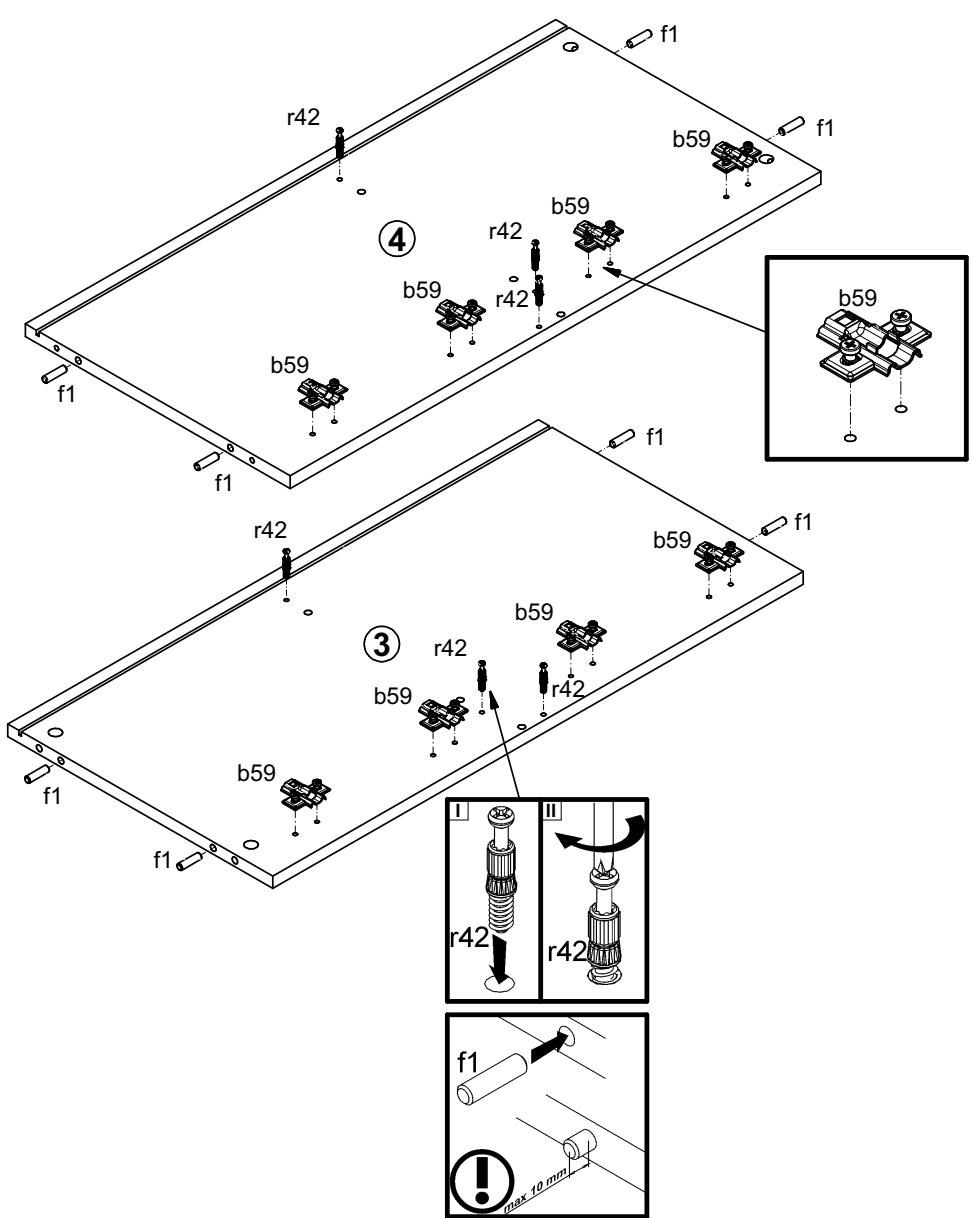

Рисунок 2
4.2 В отверстия **Ø8 мм** на верхних и нижних кромках стенок боковых **3** и **4**, стенки средней **5** и в торцах планки декоративной рифленой **8** вбить деревянные шканты **f11** (см. рис. 2,3).
4.6. В отверстия **Ø4 мм** на внутренней поверхности стенок боковых **3,4** прикрутить ответные планки петель **b59** (см. рис. 2).